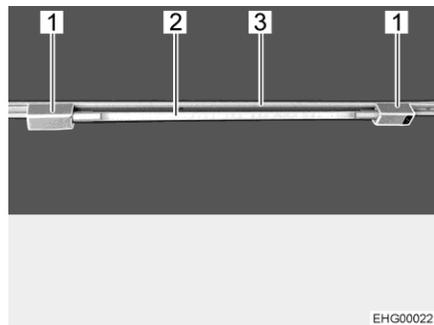

Bild 37 Röhrenleuchte
Röhrenleuchte einsetzen: ■ Beide Halter (Bild 37,1) in die Schiene (Bild 37,3) einsetzen. Dazu die Halter um 90° drehen.
■ Leuchtenkörper (Bild 37,2) in einen der Halter stecken.
Röhrenleuchte drehen: ■ Leuchtenkörper (Bild 37,2) drehen, bis die gewünschte Leuchtwirkung erreicht ist.